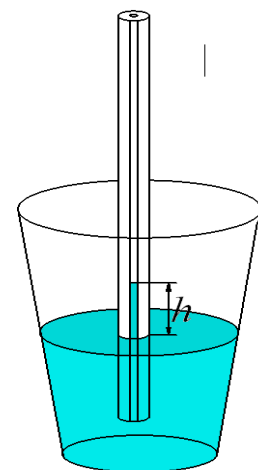

Рисунок 6.3. Розміщення капіляра у воді
2. Опустіть капіляр у воду і виміряйте висоту її підняття в капілярі (Рисунок 6.3).